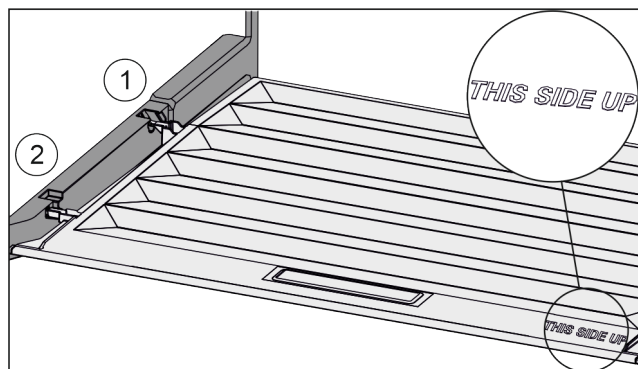

Fig. 92
- ▶ Introduzca los nervios de la tapa por la abertura del soporte trasero Fig. 92 (1) y encájelos por delante en el soporte Fig. 92 (2).